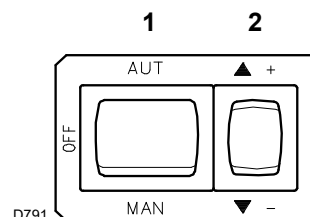
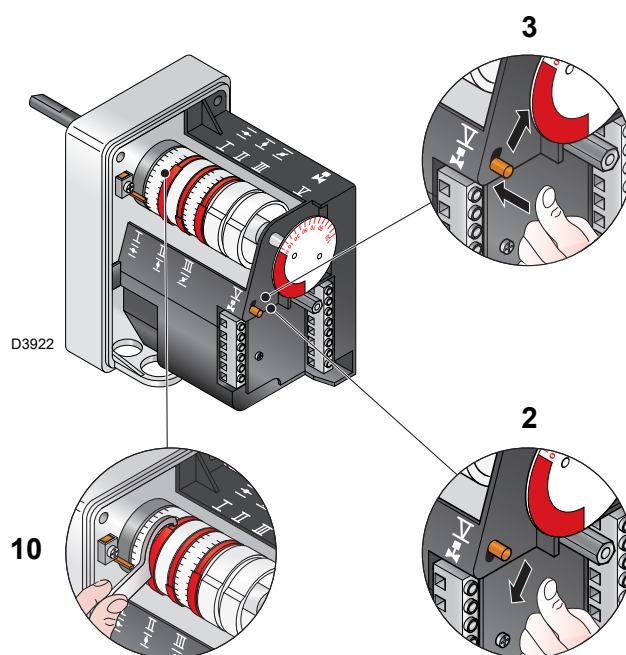

Fig. 28
Fig. 32
Fermer les thermostats/pressostats et mettre l'interrupteur en position «MAN» (Fig. 28).
Appuyer maintenant sur le bouton 2)(Fig. 28) «augmentation de puissance» et le maintenir enfoncé jusqu'à ce que le servomoteur ait ouvert le volet d'air et le papillon gaz.
Appuyer sur le bouton 2)(Fig. 28) «diminution de puissance» et le maintenir enfoncé jusqu'à ce que le servomoteur ait fermé le volet d'air et le papillon gaz à 50° (réglage effectué en usine).
- S'il faut le diminuer, réduire un peu l'angle de la came III (Fig. 32) par de petits déplacements successifs, c'est-à-dire passer de l'angle 65° à 63° - 61°....
- S'il faut l'augmenter, appuyer un peu sur le bouton «d'augmentation de puissance» 2)(Fig. 28) (ouvrir de 10-15° le papillon gaz), augmenter l'angle de came III (Fig. 32) par de petits déplacements successifs, c'est-à-dire passer de l'angle 65° à 67° - 69°.... Puis, appuyer sur le bouton «diminution de puissance» jusqu'à ce que le servomoteur revienne en position d'ouverture minimale et mesurer le débit de gaz.
Pour l'éventuel réglage de la came III, en particulier pour les petits déplacements, il est possible d'utiliser la clavette ad hoc 10)(Fig. 32).
Légende (Fig. 32)